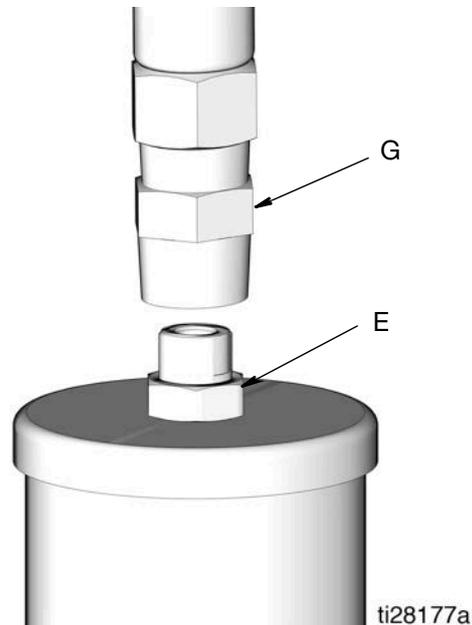

FIG. 7
3. Desconecte la línea de suministro de lubricante (G) de la salida de la bomba (E) (FIG. 7).
5. Haga funcionar la bomba unas cuantas carreras hasta que salga aceite por la salida de la bomba (E) (FIG. 7).